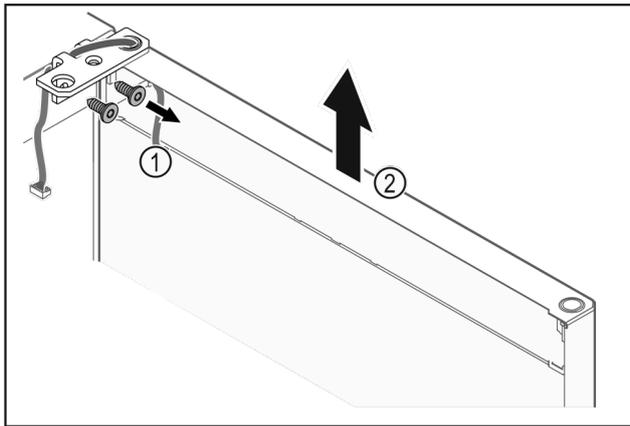

Fig. 23
- u Scharnierwinkel Fig. 23 (1) abschrauben.
- u Tür inklusive Scharnierwinkel Fig. 23 (2) circa 200 mm gerade nach oben heben und abnehmen.